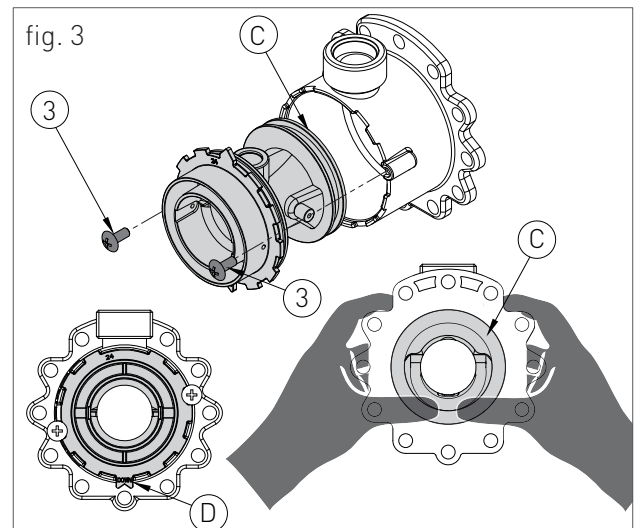

fig. 3
- > svitare le due viti '3' (fig.3) e fare pressione sul lato posteriore del venturi 'C' (fig.3);
- > sostituire il venturi con quello adatto al tipo di gas di rete (cod. 30-00201 per GPL) e assicurarsi che l'orientamento del dente 'D' (fig.3) sia verso il basso sul corpo in alluminio (vedi fig.3);